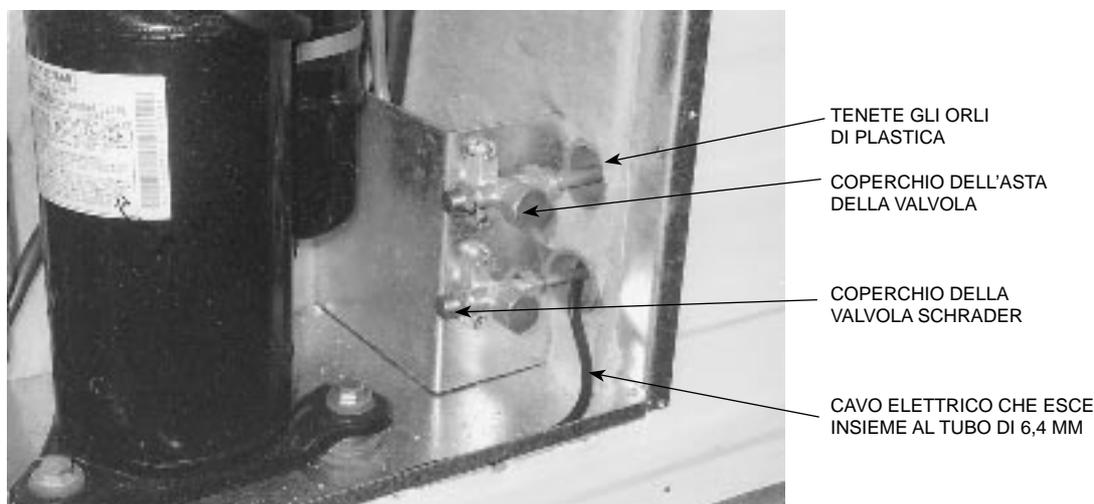

Figura 13
- Togliete entrambi i coperchi dell'asta delle valvole. (Vedete la figura 13)